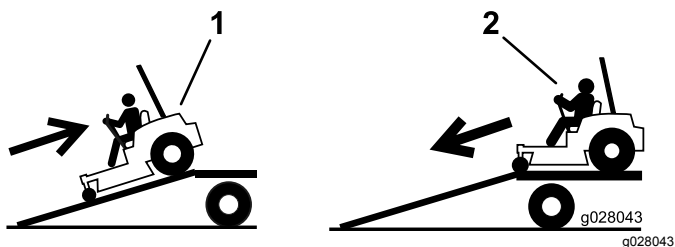

Figure 37
4. Montez la rampe en marche arrière (Figure 37).
2. Descendez la rampe en marche avant (Figure 37).